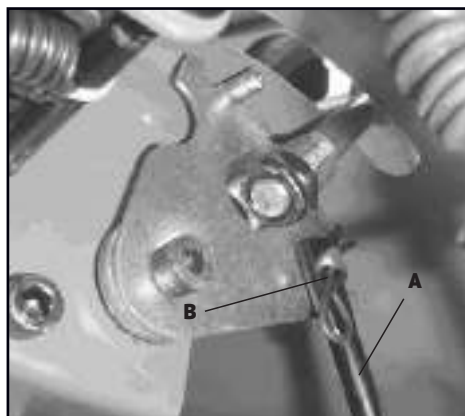

Рис. 3
- Вытащите шплинт **В**, соедините штангу **А** с рукояткой панели через отверстие и зафиксируйте шплинтом **В** снова (рис.3).